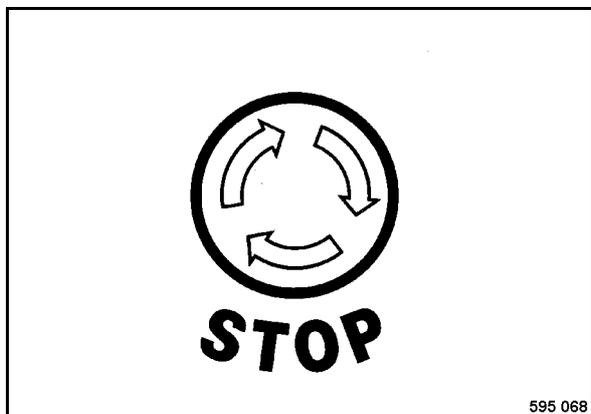

Рис. 70
- Нажать кнопку аварийного выключателя (Рис. 70). Она фиксируется в конечном положении.